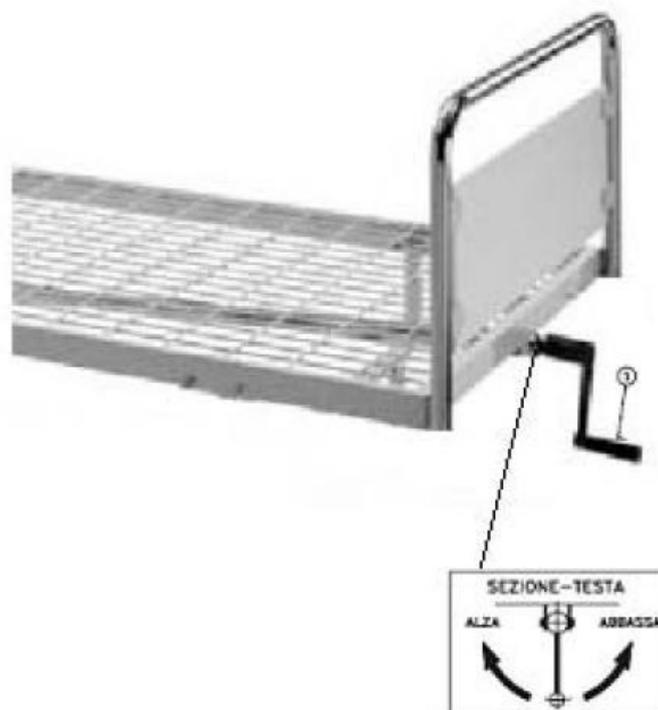

Fig. 7 Regolazione della sezione testa del letto Art. A5112
4.1 Regolazione della sezione testa del letto Art. A5112 (Fig. 7)